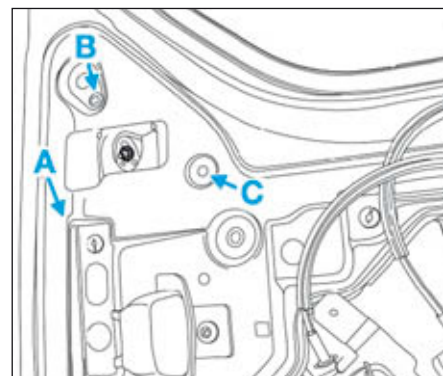

FIG.108
- Reposer les vis (1) de commande d'ouverture intérieure de porte latérale coulissante dans l'ordre (A), (B) et (C) (Fig.108).
- Serrer au couple les vis de la commande d'ouverture intérieure (1).